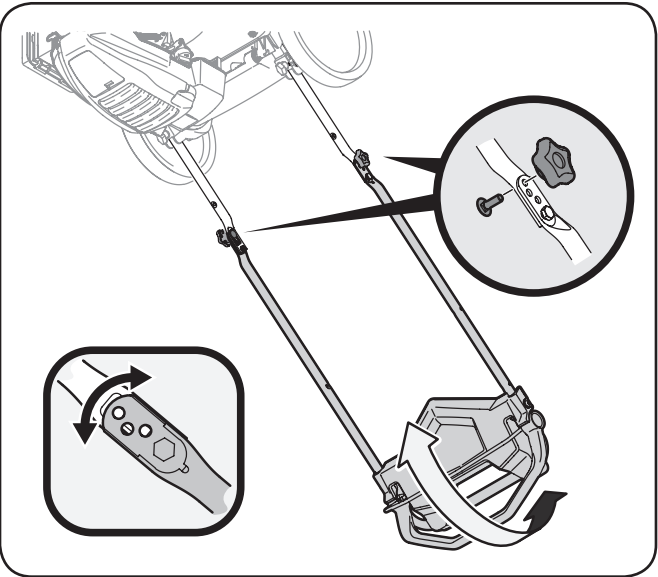

Figure 3-11
1. Retirez les écrous à oreilles et les boulons ordinaires du guidon. Voir l'Figure 3-11.
2. Choisissez la position la plus confortable parmi les trois positions possibles. Voir le détail de la Figure 3-11.